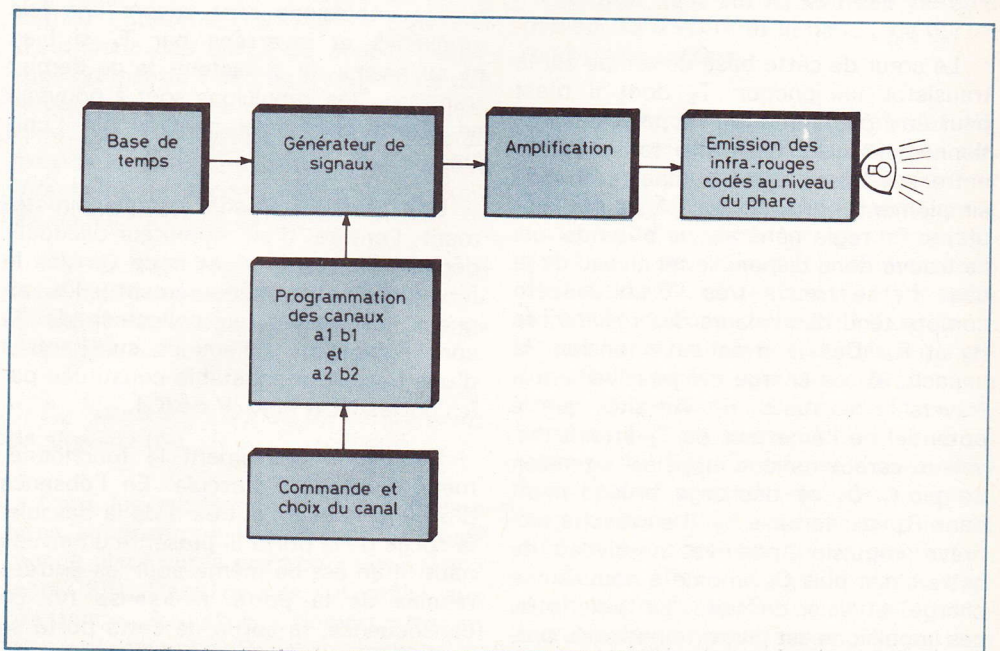

Fig. 2. — Synoptique complet de la section émettrice de la télécommande codée pour porte de garage.
b) Principe de fonctionnement de l'émetteur : (fig. 2)